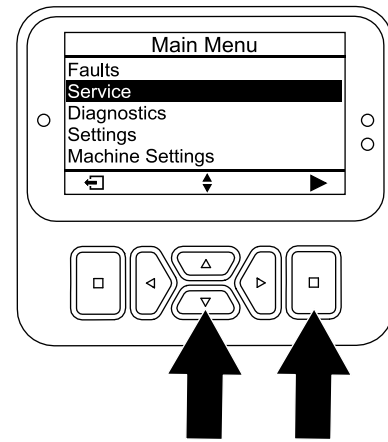

Bild 119
3. Drücken Sie die Taste „nach unten“, bis die Option SERVICE ausgewählt ist, und drücken Sie dann die Auswahl-taste (Bild 119).